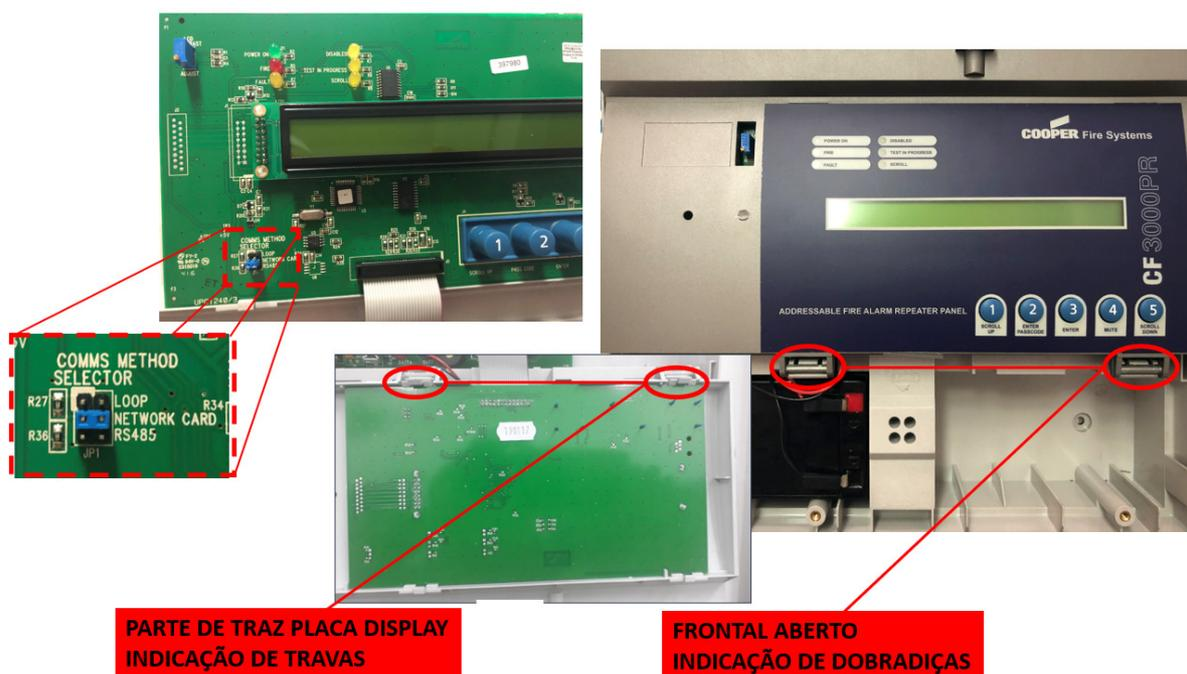

Figura 11
- O segundo Jumper fica posicionado atrás da placa de display da Repetidora, a mesma deve ser retirada da porta para que o jumper possa ser verificado como abaixo (Figura 11), deve estar locado na posição NETWORK CARD.